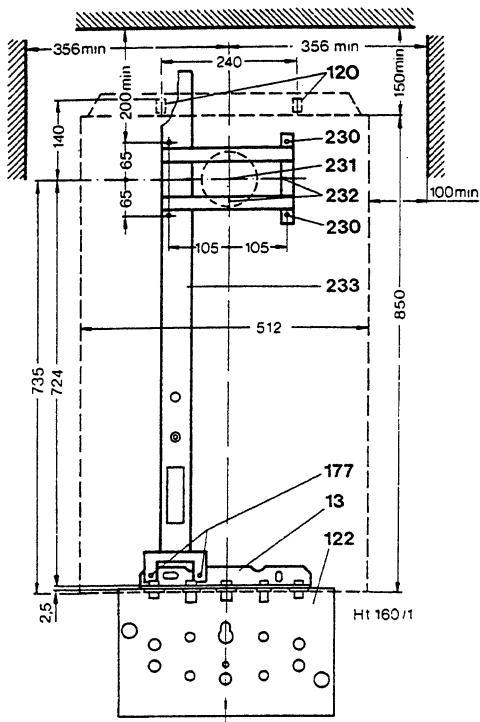

Figura 5 Dima di premontaggio
Per una perfetta installazione della cassetta (240) e della piastra di allacciamento (13), e' disponibile una dima di premontaggio (233), n° d'ordinazione 8 719 918 676 (figura 5). E' comunque possibile procedere all'installazione anche senza tale dima. Si consiglia innanzi tutto di praticare un foro nella parete per l'inserimento del doppio condotto (vedi figura 10a pagina 5). Per determinare la posizione del foro (231) per il doppio condotto ed il fissaggio della cassetta, fissare la dima di premontaggio ai fori (177) previsti sulla piastra d'allacciamento. Osservare che la cassetta sia perfettamente a piombo.